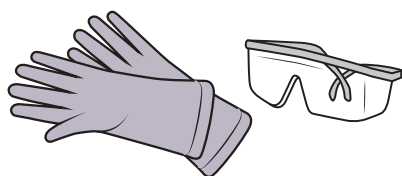

Figure 68
7. Porter des **gants de protection, des lunettes de protection et un tablier de protection**. Voir la section Figure 68.